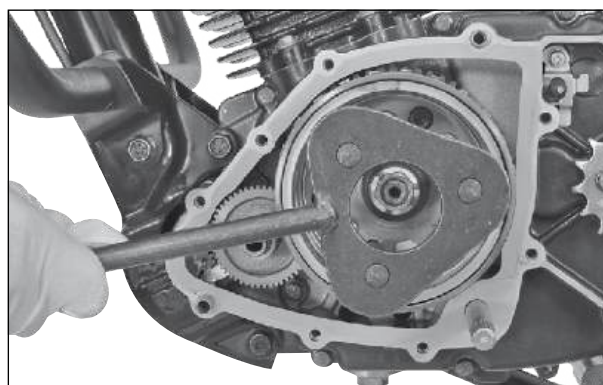

Fig. 3.42
- Segure o conjunto do rotor, utilizando uma ferramenta especial para que os parafusos de fixação da engrenagem da árvore de comando possam ser removidos. (Fig. 3.42)